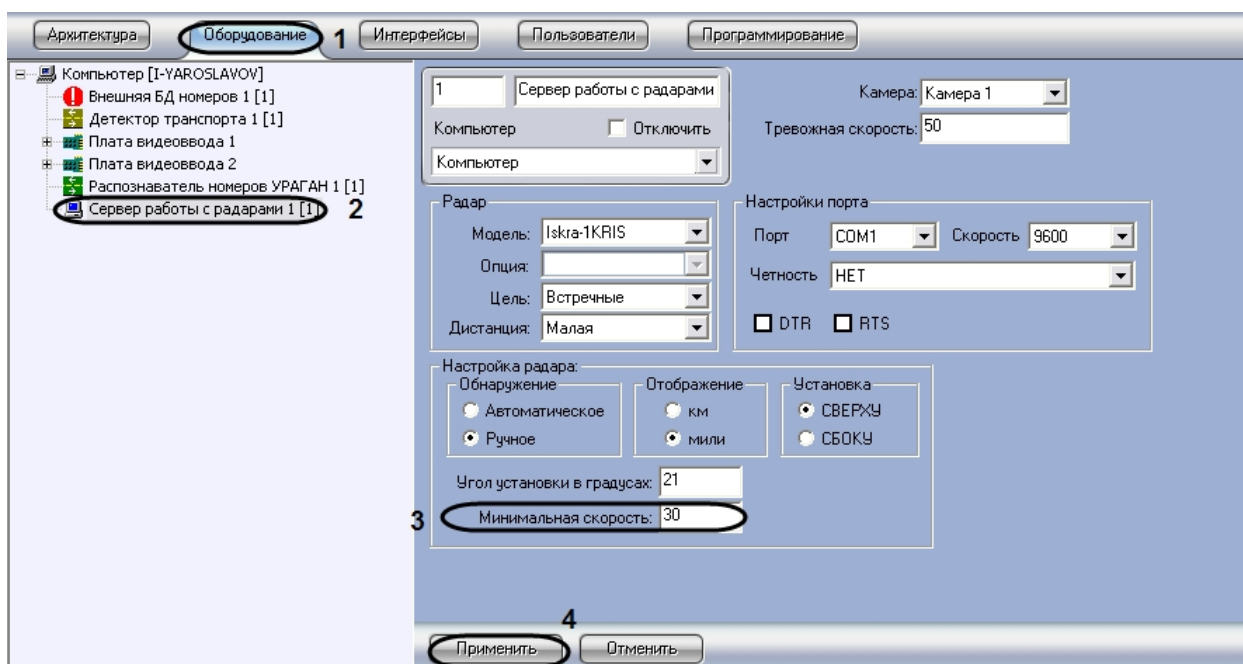

Рис. 61. Указание минимальной скорости движения транспортного средства, определяемого устройством «Радар»
2. В дереве объектов на вкладке «Оборудование» выбрать объект «Сервер работы с радарами», соответствующий настраиваемому программному модулю «Радар». В правой части вкладки «Оборудование» отобразится панель настройки выбранного объекта (см. Рис. 61).